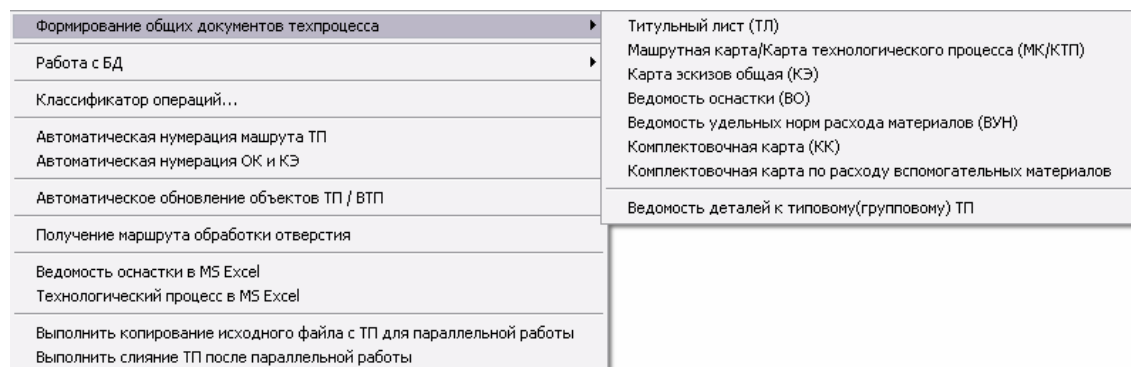

Рис. 39. Контекстное меню выбора формирования общих документов техпроцесса.
2. В контекстном меню выберите **Сервис – Формирование общих документов техпроцесса – Ведомость деталей к типовому (групповому) технологическому процессу** (см. Рис. 39).